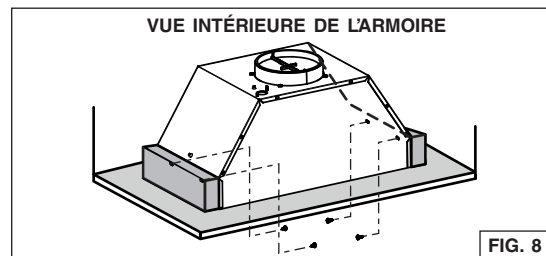
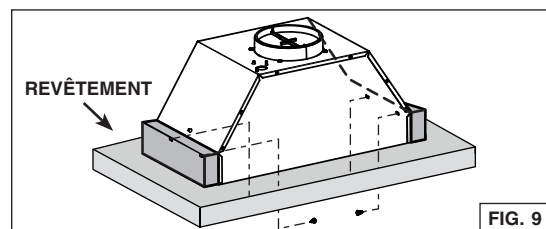

FIG. 8
FIG. 9
6. Insérer la hotte dans l'armoire (Fig. 8) et la fixer aux blocs de bois installés précédemment à l'aide de (4) vis à bois incluses dans le sachet de pièces (2 vis par côté) (Fig. 9).
7. Pour une installation dans une armoire sans base, insérer la hotte encastrable dans le revêtement d'armoire. Installer 2 blocs de bois d'une hauteur minimale de 2½ po et de 10¼ po de long (non inclus), sur le dessus de revêtement ainsi qu'à gauche et à droite de la hotte. Fixer la hotte aux blocs de bois à l'aide de (4) vis à bois incluses dans le sachet de pièces (2 vis par côté) (Fig. 9).